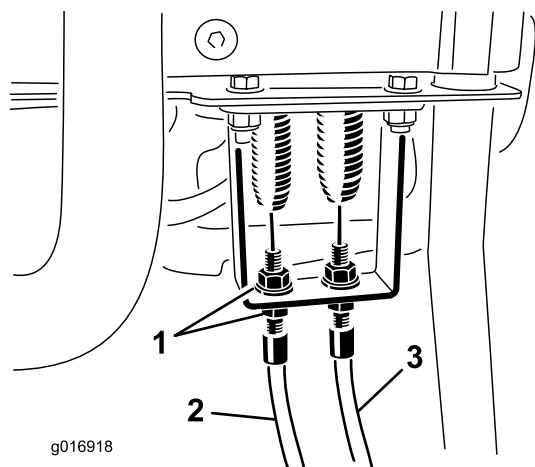
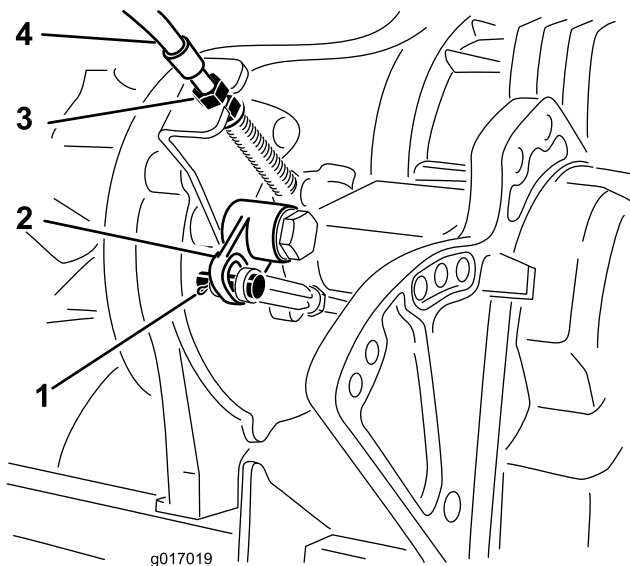

図 45
図 46
2. 走行コントロールケーブルの延長スプリング部分にたるみができていないか点検する（図 45）。たるみがある場合には、バルクヘッド（図 46）についているジャムナットを調整してたるみを取る（スプリングを伸ばさない）。
4. ベルクランクロッドのクレビスをベルクランクレバーに固定しているコッターピンとクレビスピンを外す。ベルクランクレバーからクレビスを外す（図 46）。
7. トランスミッションのバルクヘッド（図 46）で、先ほどの調整に合わせてケーブルのジャムナットを調整してベルクランクへの距離を小さくする。
8. ケーブルの調整は、コントロールパネルのバルクヘッドのところでを行い、ケーブルのジャムナットを回転させて、スプリングが伸びずにケーブルのたるみが完全になくなるように調整する（図 45）。
3. コントロールハンドルのバルクヘッド部で、リールコントロールケーブルをゆるめてケーブルにたるみを持たせる（図 45）。